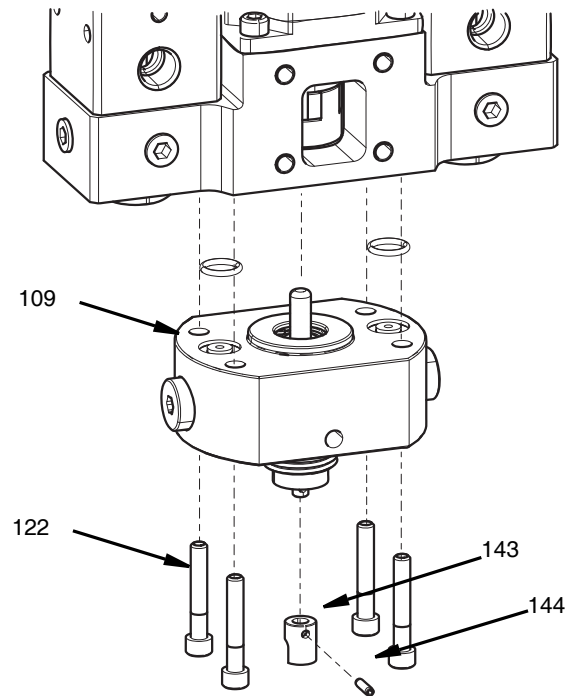
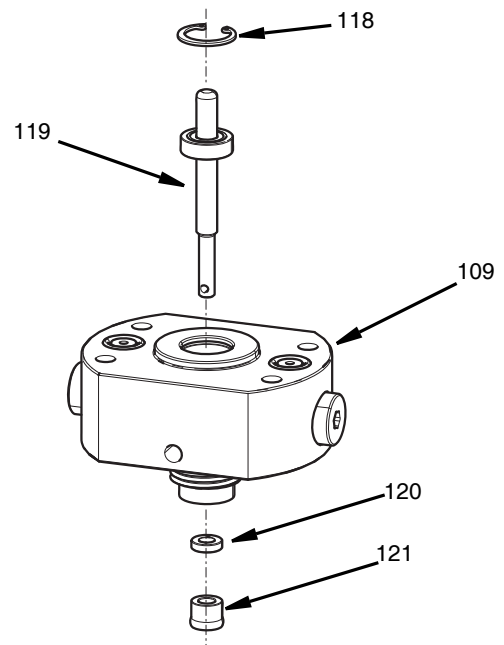

FIG. 32
FIG. 33
4. Rimuovere le quattro viti M5 (122) con una chiave a brugola da 4 mm.
5. Rimuovere l'ugello della valvola di ritegno (109) e gli O-ring (108).
6. Spingere il perno (144) fuori dall'adattatore del miscelatore (143) dall'estremità del gruppo albero del cuscinetto (119).
7. Rimuovere l'adattatore del miscelatore (143). Vedere FIG. 32.
8. Rimuovere l'anello di tenuta (118) che tiene in posizione il gruppo albero del cuscinetto.
9. Estrarre il gruppo albero del cuscinetto (119) dall'ugello della valvola di ritegno (109).
10. Spingere la tenuta rotante (121) e l'anello di supporto (120) fuori dall'ugello della valvola di ritegno utilizzando un perno da 6 mm (1/4 in.) Vedere FIG. 33.
1. Installare il gruppo albero del cuscinetto (119) nella sezione dell'ugello (109).
3. Inserire la tenuta ad anello di supporto (120) centrata sul gruppo albero del cuscinetto e nell'ugello della valvola di ritegno.
7. Sostituire i due O-ring (108) sulla parte superiore dell'ugello della valvola di ritegno.
9. Serrare le viti di fissaggio sul giunto rotante (127) per bloccarlo sul gruppo albero del cuscinetto usando una chiave a brugola da 2,5 mm.
10. Installare il coperchio del giunto con le quattro viti M6 - 1,0 x 10 sul lato opposto del dispositivo di fissaggio fornito dal cliente. Serrare a una coppia di 13 N•m (50 in-lb). Per il montaggio, vedere FIG. 32 e FIG. 33.
- Per accedere, rimuovere e riparare l'albero del cuscinetto, seguite i passi da 1 a 8 nella sezione **Riparazione della tenuta rotante** - smontaggio, a partire da pagina 40. FIG. 15 pagina 17, FIG. 32 e FIG. 33 pagina 40.
- Per installare l'albero del cuscinetto dopo la riparazione, seguire i passi da 1 a 8 nella sezione **Riparazione della tenuta rotante** - montaggio, a partire da pagina 40. Fare riferimento a FIG. 15 pagina 17, FIG. 32 e FIG. 33 pagina 40.
Vedere FIG. 32, pagina 40.